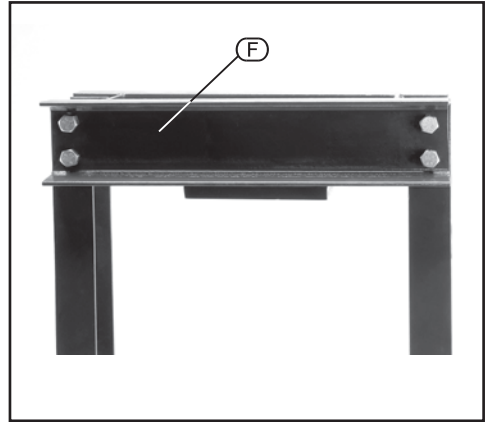

FIG.4
8.2 FITTING THE RAM SLIDE - FIG. 4